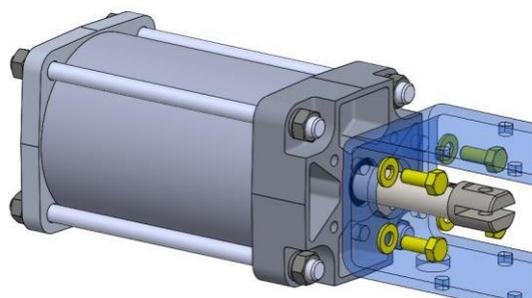
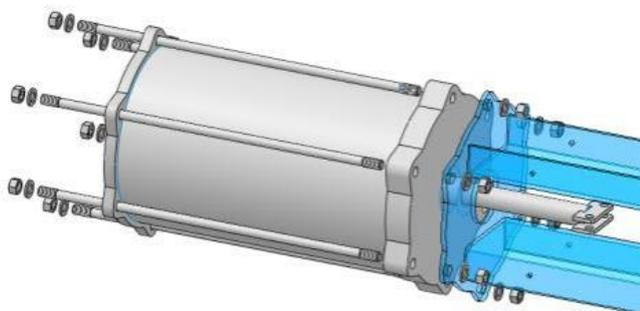

Fig 1.- montaggio diretto
Fig 2.- montaggio con tiranti
- Rimuovere lo stelo del pistone (4) dai bulloni della saracinesca (18,19)
- Rimuovere il cilindro dalla forcella. I cilindretti sono fissati direttamente alla forcella tramite 4 bulloni, fig1. I cilindri più grandi sono dotati di tiranti per fissare il cilindro alla forcella, fig. 2. In alcuni casi è necessario utilizzare una piastra intermedia; fig. 3.